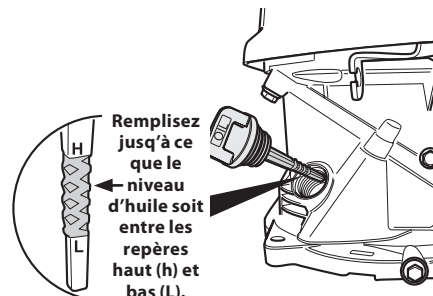

Figure 3-2
1. Enlevez le capuchon de remplissage de l'huile et essuyez la jauge à huile. Voir la Fig. 3-2.
3. Enlevez le capuchon de remplissage de l'huile. Si le niveau d'huile est bas, ajoutez lentement de l'huile jusqu'à ce que le niveau d'huile soit entre les repères haut (H) et bas (L). Voir la Fig. 3-2.